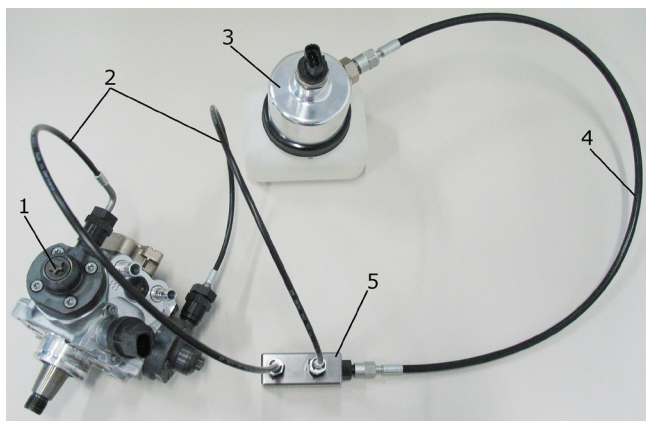

Abb. 14: Exempel: Anslutning till common rail-högtryckspump CP 4.2
1. Koppla ihop högtrycksanslutningarna på CP 4.2 (fig. 14, pos. 1) och samlingsskenan (fig. 14, pos. 5) med svarta 60 MPa-slangar (fig. 14, pos. 2) och tillhörande anslutningsadapter, vinkel, mutter och tryckring (vänstergängad).
3. Anslut samlingsskenan (fig. 14, pos. 5) med en svart 60 MPa-slang (fig. 14, pos. 4) till tryckbehållarmodulen (fig. 14, pos. 3).
5. Anslut 180 MPa-slangen till tryckbehållaren (fig. 14, pos. 5).